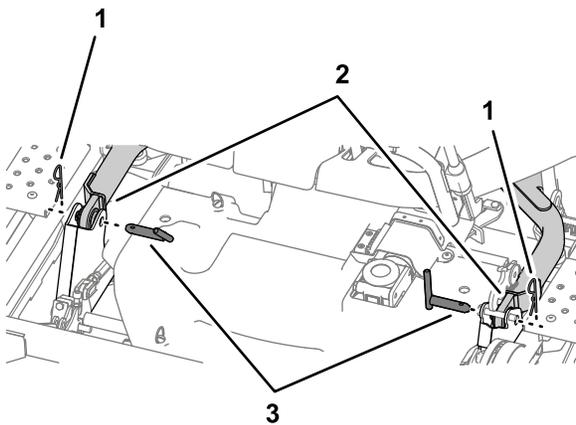

**Figura 114**
- Desconecte las mangueras hidráulicas de cada lado de la unidad de tracción (Figura 114).
- A. Conecte la manguera hidráulica marcada con un identificador azul en el acoplamiento de desconexión rápida hacia el interior (marcado con un identificador azul); consulte la Figura 114 en Retirada de la carcasa de la segadora \(página 78\).
- B. Conecte la manguera hidráulica marcada con un identificador rojo en el acoplamiento de desconexión rápida hacia el exterior (marcado con un identificador rojo); consulte la Figura 114 en Retirada de la carcasa de la segadora \(página 78\).